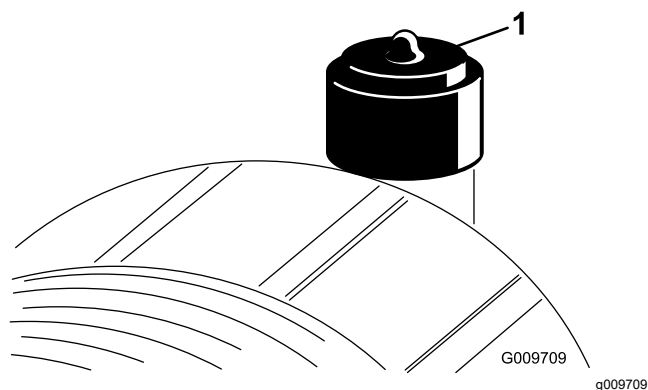

Figure 88
Faites l'entretien du filtre à air uniquement quand l'indicateur de colmatage (Figure 88) indique que cela est nécessaire. Changer le filtre à air prématurément ne fait qu'accroître le risque de contamination du moteur par des impuretés quand le filtre est déposé.
2. Réarmez l'indicateur de colmatage (Figure 88) s'il est rouge.